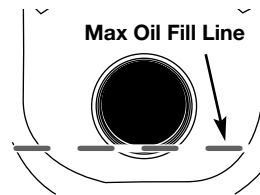

Fig. 22
6. Retirez le bouchon de remplissage / jauge d'huile et vérifiez le niveau d'huile. L'huile devrait atteindre le haut de la jauge (Fig. 22).
7. Si le niveau est trop bas, ajoutez un peu d'huile par l'orifice et revérifiez (Fig. 22). Continuez jusqu'à ce que le niveau d'huile atteigne le haut de la jauge.